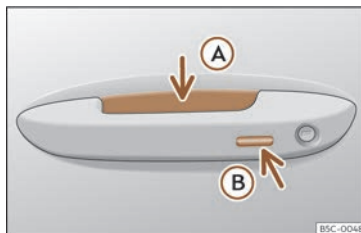

Fig. 83 Asa da porta: superficies sensoras
»» **fig. 83**
- Agarre o asa dunha das portas dianteiras. Ao facelo tocará a superficie do sensor »» fig. 83 (A) (frecha) da asa e desbloqueará o vehículo.
- Prema *unha* vez a superficie sensora de bloque»» fig. 83 (B) (frecha) da asa dunha das portas dianteiras. A porta cuxa asa estea activada deberá estar pechada.
- Toque *unha* vez a superficie sensora >>> **fig. 83 B** (frecha) da asa dunha das portas dianteiras. O vehículo bloquease co sistema de seguridade “Safe” >>> páx. 110 . A porta cuxa asa estea activada deberá estar pechada.
- Toque *dúas* veces a superficie sensora >>> **fig. 83 B** (frecha) da asa dunha das portas dianteiras para bloquear o vehículo sen activar o sistema de seguridade “Safelock” >>> páx. 110 .
- Prema o botón de peche  do mando a distancia e toque unha vez, nos 5 segundos seguintes, a superficie sensora de bloqueo da asa da porta do condutor >>> **fig. 83 B** . Non agarre a asa da porta, pois de ser así, o vehículo non se bloqueará. Tamén se pode realizar a desactivación se o vehículo está bloqueado a través da pechadura da porta do condutor.
Para **pechar coa función de confort** todas as fiestras eléctricas e o teito de vidro, mantén un dedo durante uns segundos sobre a superficie sensora de bloqueo»» **fig. 83** (frecha) da asa da porta ata que se pechen as fiestras e o teito.
As superficies sensoras das asas das portas poderían activarse ao recibir un chorro de auga ou de vapor a gran presión en caso de que houbera algunha chave do vehículo válida na zona próxima. Se polo menos unha das fiestras con alzávidros eléctrico está aberta e a superficie sensora»» **fig. 83** (frecha) dunha das asas está activada de
- **OU BEN:** toque *dúas* veces a superficie sensora situada na parte exterior da asa da porta >>> **fig. 83** .